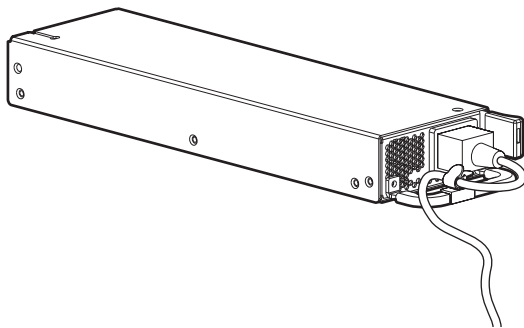

図 89. 張力緩和クリップへの電源コードの固定
3. 張力緩和クリップを使って、電源コードを固定します (図 89)。